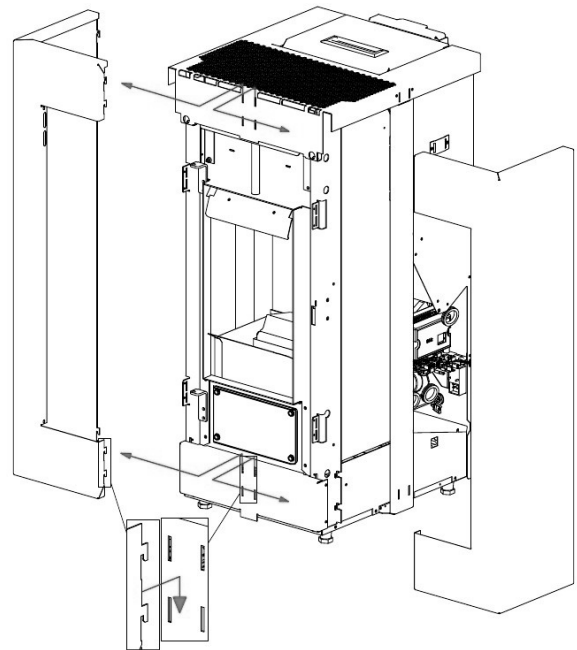

Fig. 54 - De zijpanelen losmaken
- De voorste zijpanelen losmaken (zie **Fig. 54**).